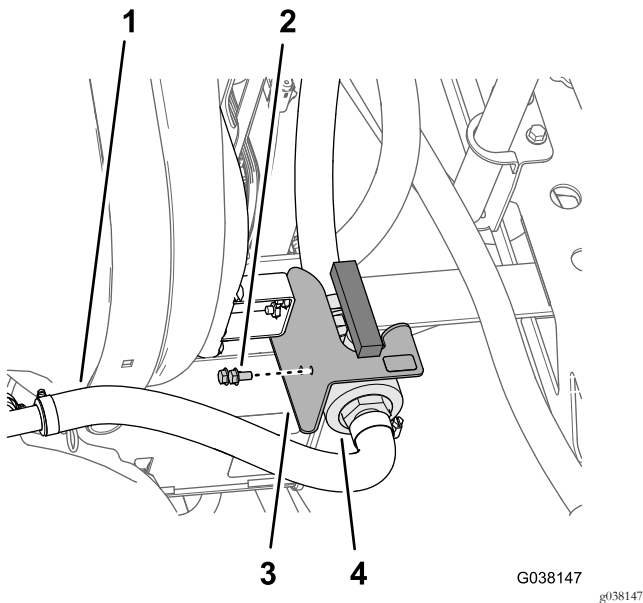

Figura 21
1. Retire los 2 pernos con arandela prensada (5/16" x 5/8") que sujetan la válvula de control de agitación al soporte de la válvula de control (Figura 21).